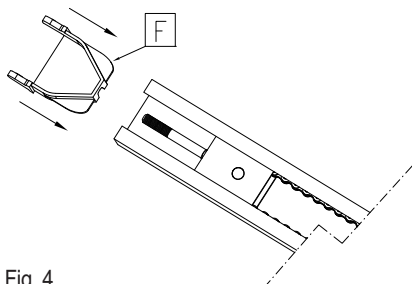

Fig. 4
- Monter la pièce F dans le rail (fig. 4)